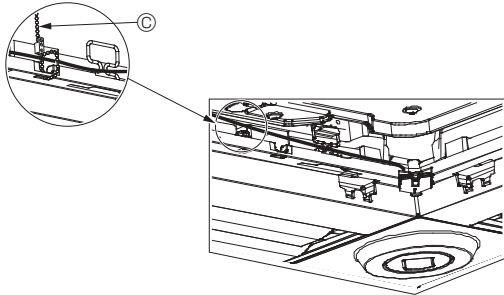

Fig. 5-13
- Fixez les fils du Capteur i-see et du récepteur de signal au panneau à l'aide des fixations, comme indiqué sur le schéma, de sorte qu'il n'y ait pas de mou au niveau des fils, puis coupez le fil qui dépasse aux extrémités de la fixation. (Fig. 5-13)
- Si la position du Capteur i-see a été permutée de la position "o" (E) à la position "□" (F), changez le paramétrage des commutateurs. (Voir page 11.)